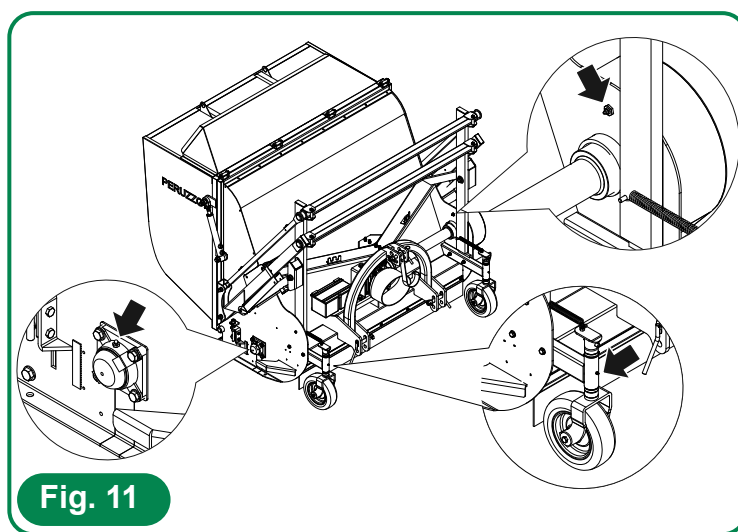

Fig. 11
- Smörj stöden till rotorn och rullen. Se **fig. 11**.